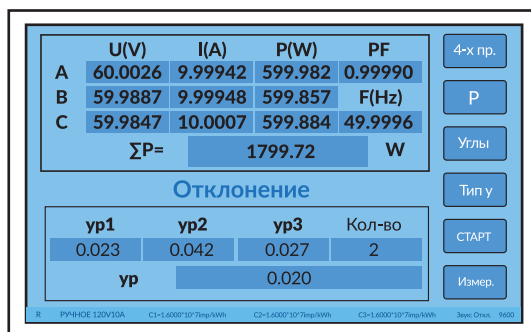

Рисунок 4.3.2.1. Экран измерений активной мощности P, 3ф4пр схема включения
После завершения инициализации, на дисплее эталонного счётчика индицируется основной экран режима измерений с текущими значениями измеряемых эталонным счётчиком параметров (рисунок 4.3.2.1).
- 3-х фазная 4-х проводная (рисунок 4.3.2.1),